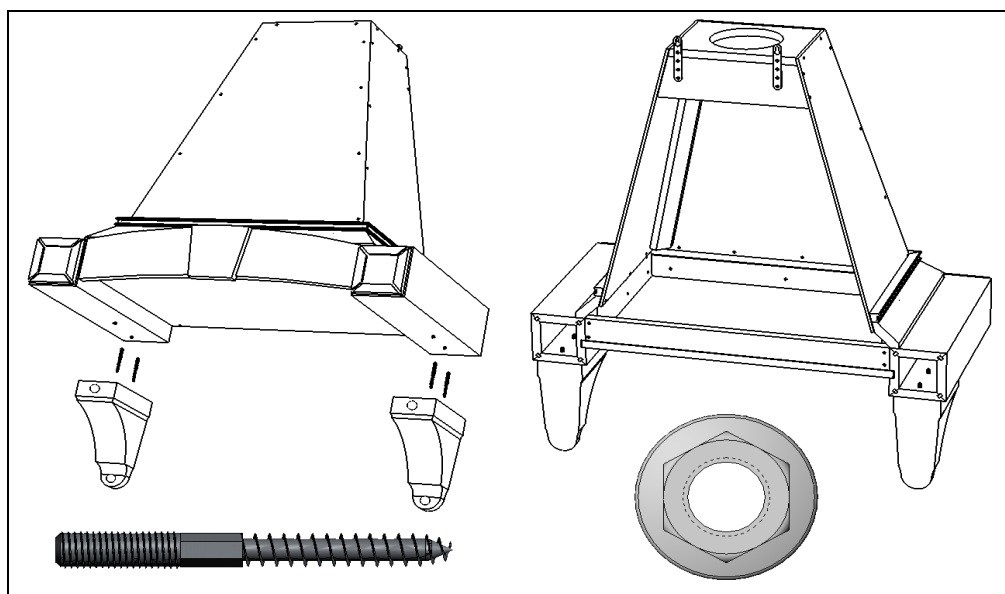

Рис. 21
1. Сборка подкосов и крепление их к коробу осуществляется перед навеской короба на стену (Рис.21).